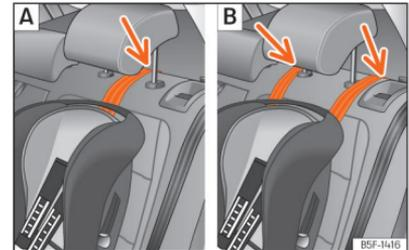

Abb. 3 Rücksitze: Einstellung und Einbau unter Verwendung des Top Tether-Gurts.
- Führen Sie den Gurt unter der Kopfstütze durch (in Abhängigkeit der Gebrauchsanweisungen des Kindersitzes ggf. Kopfstütze anheben oder entfernen) »» (Abb. 3), »» (Abb. 4).